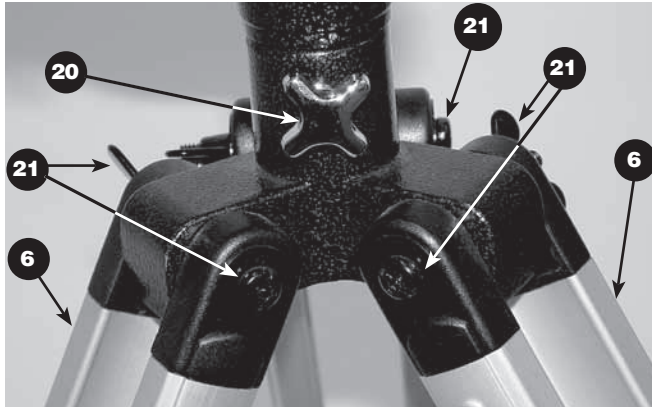

Abbildung 3b. Detailansicht zur Befestigung der Stativbeine an der Montierung des Observer 60-Teleskops
1. Legen Sie die azimutale Gabelmontierung auf die Seite. Befestigen Sie die Stativbeine (6) nacheinander an der Basis der Montierung, indem Sie die Schrauben für die Stativbefestigung (21) durch das obere Ende der Stativbeine und durch die Bohrungen an der Basis der Montierung stecken. Die Unterlegscheiben müssen sich auf der Außenseite der Stativbeine befinden. Ziehen Sie die Flügelmuttern handfest an. Abbildung 3b zeigt eine Nahaufnahme der Schrauben, mit denen die Stativbeine an der azimutalen Montierung befestigt werden.
2. Befestigen Sie die Stativbeinarretierung (23) unten an den Stativbeinen, und drehen Sie sie fest. Arretieren Sie die Stativbeine vorerst in der kürzesten (vollständig eingefahrenen) Länge. Nachdem das Stativ vollständig montiert ist, können Sie die Stativbeine auf die gewünschte Länge anpassen.
3. Stellen Sie Stativ und Montierung aufrecht hin, und spreizen Sie die Stativbeine so weit wie möglich, sodass die Halterung für die Zubehörablage (22) gespannt ist. Befestigen Sie die Zubehörablage (7) mit den drei bereits in die Ablage eingesetzten Flügelschrauben an der Halterung (22). Schieben Sie die Flügelschrauben dazu durch die Bohrungen der Halterung, und drehen Sie sie in die Bohrungen der Zubehörablage.
4. Ziehen Sie anschließend die Schrauben für die Stativbefestigung (21) oben an den Stativbeinen an, um die Stativbeine sicher an der Montierung zu befestigen. Verwenden Sie dazu entweder Ihre Finger oder einen Kreuzschlitz-Schraubendreher.